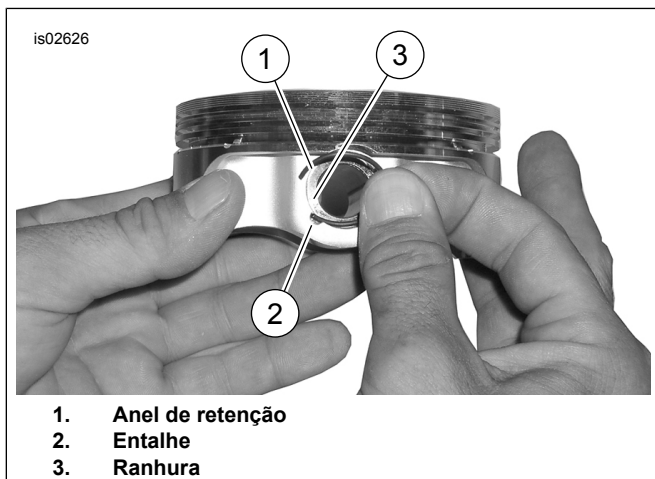

Figura 3. Grampo circular e pistão
1. Ver Figura 3 . Introduzir a extremidade aberta do anel de retenção (1) no entalhe (2) da ranhura (3) que se encontra em torno do pino do pistão, de forma a que, depois de o anel ter sido instalado, a abertura do mesmo fique na posição reta para cima ou reta para baixo.